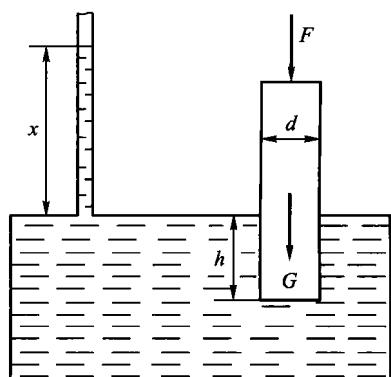

图 1.2
**例 2** 图 1.2 所示直径为 d、重量为 G 的活塞浸在充满密闭容器的液体中，并在力 F 的作用下，处于静止状态，若液体密度为  $\rho$ ，活塞浸入深度为 h，试确定液体在测压管内上升高度 x。